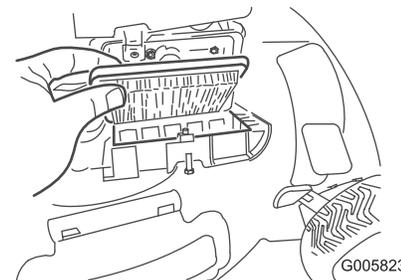

Figura 40
2. Sostituite il filtro dell'aria (Figura 40).